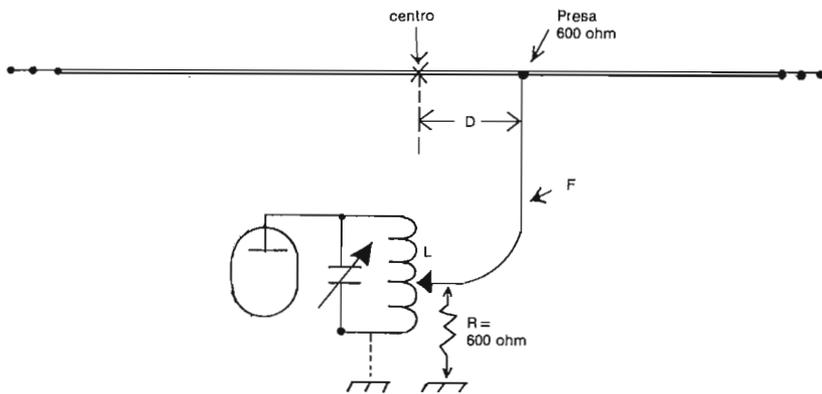

Fig. 3
Fig. 3 - L'antenna «a presa calcolata» è un dipolo $\lambda/2$ in cui la distanza (D) dal centro è scelta in modo da incontrare l'impedenza di 600 Ω . Come noto, nel dipolo l'impedenza sale progressivamente dai 75 Ω del centro, a valori che tendono all'infinito nelle estremità. Poiché si riconosce che una linea monofilare (F) ha 600 Ω di impedenza propria (Z_0); si può ragionevolmente supporre che l'estremità collegata alla bobina L, presenti una (R) non molto diversa da questo valore. $D = 0,5 \lambda/6$: per i 7 MHz, $D = 3,5$ m.